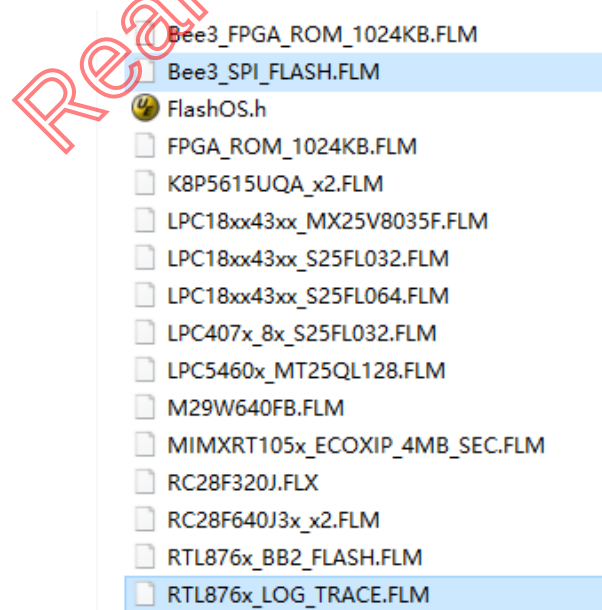

图 2-4 Keil Flash 算法
1. 把 sdk\tool\flash 目录下的 Bee3_SPI_FLASH.FLM 和 RTL876x_LOG_TRACE.FLM 文件拷贝到 Keil 安装目录：Keil_installed_dir\ARMFlash\，如图 2-4 所示。